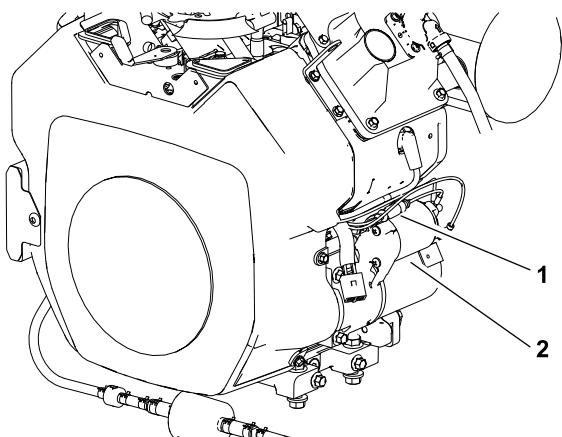

Figura 41
- Perto do motor de arranque, separe as metades do porta-fusíveis da cablagem do motor (Figura 41).
5. Monte as metades do porta-fusíveis (Figura 41).